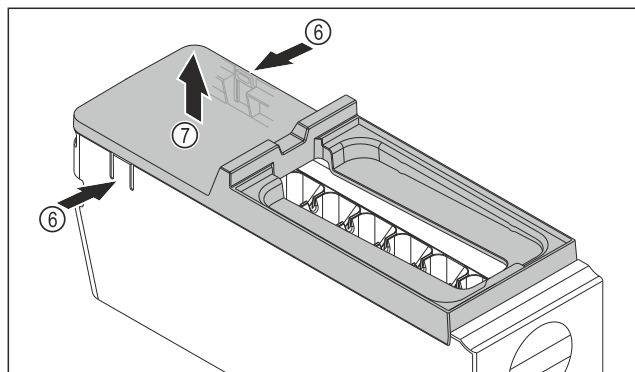

Fig. 88
- ▶ Wymywanie osłony korpusu EasyTwist-Ice: Docisnąć jedną ręką nakładki Fig. 88 (6) po obu stronach korpusu EasyTwist-Ice.
- ▶ Drugą ręką wyjąć osłonę Fig. 88 (7) ku górze.